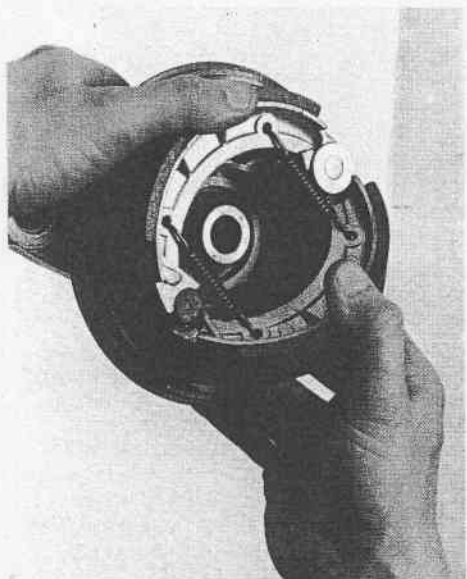

Fig. 29 - Montage des sabots du frein
- Positionnez les sabots du frein alors que les ressorts sont attachés (Fig. 29) tout en veillant à ce que la came du frein et dès lors, le levier du frein soient situés convenablement.